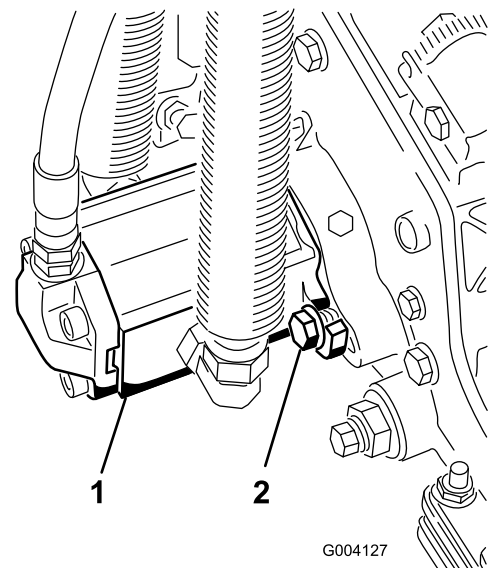

Figure 20
10. Montez le moteur en le tournant dans le sens horaire jusqu'à ce que les brides passent les vis (Figure 20). Tournez le moteur dans le sens antihoraire jusqu'à ce que les brides encerclent les vis, puis serrez les vis.